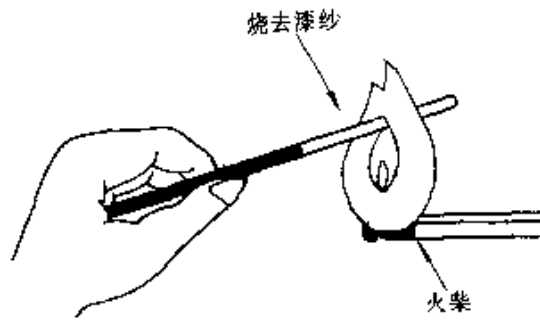
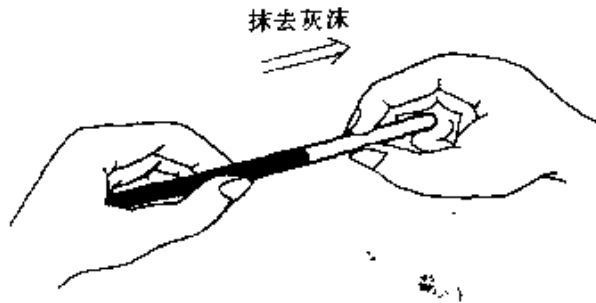

图 3-29
图 3-30
③ 去除漆皮和纱层还可用火烧法,即用火柴或打火机将线头上的漆皮和纱层烧掉,见图 3-29。然后如图 3-30 所示抹去线头上残留的灰沫。对于较细的漆包线和纱包线,注意烧的时间不可太长,以免烧化铜丝。
④ 采用刀刮法或火烧法去除漆皮和纱层后,应即刻用蘸有焊锡和松香的电烙铁在线头上镀上锡备焊。镀锡方法与元件引脚镀锡方法相同。
⑤ 很细的漆包线和纱包线,极易被刮断或烧断,可采用烫